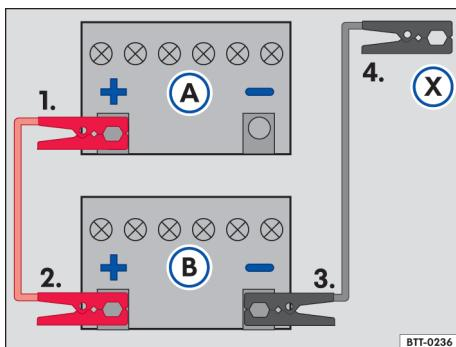

Fig. 144 Esquema para a conexão dos cabos auxiliares de partida: bateria do veículo descarregada  e bateria do veículo fornecedora de corrente .
Legenda para → Fig. 144:
Conecar o cabo auxiliar de partida somente na sequência 1 – 2 – 3 – 4 → Fig. 144.
- Conectar uma extremidade do cabo auxiliar de partida **vermelho** ao polo positivo (+) do veículo com a bateria do veículo descarregada → Fig. 144  → .